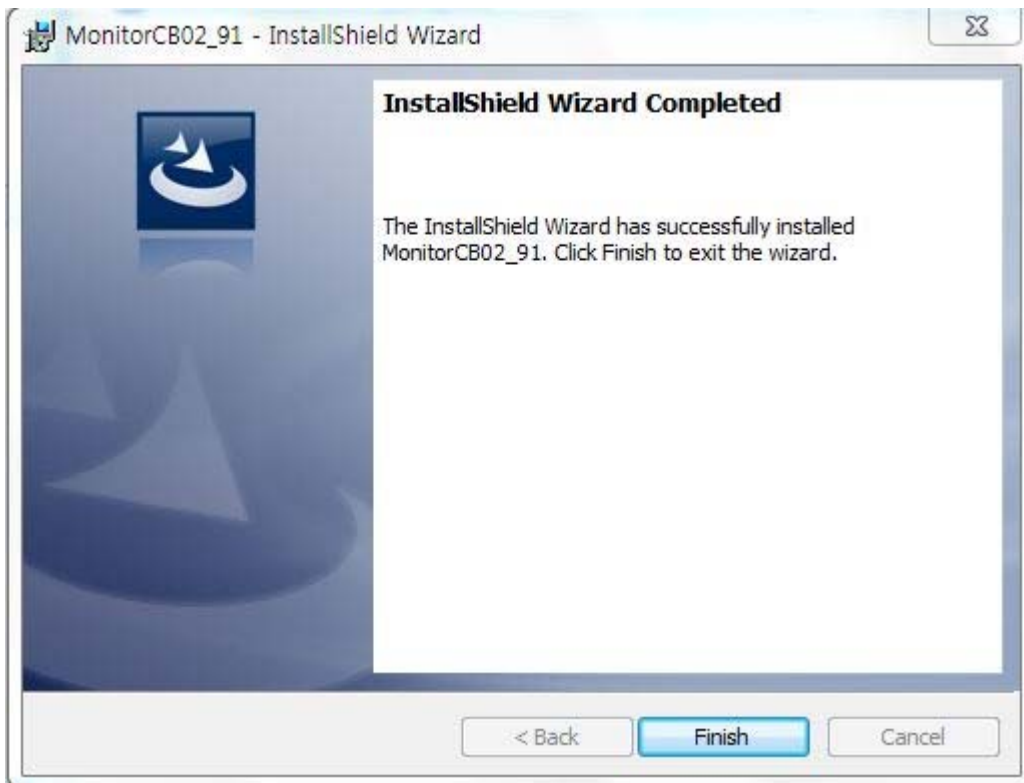

Fig. 3.1.6
- 설치 완료. Fig. 3.1.6 참조 “Finish” 버튼을 눌러 창을 닫는다.